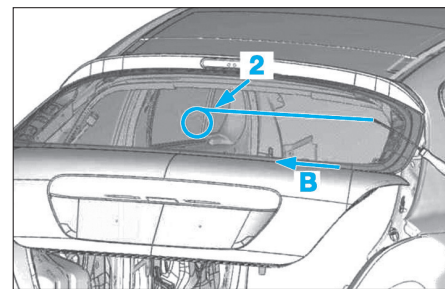

FIG. 30
- Insérer une corde à découper les cordons de colle (2), dans le coin supérieur droit de la lunette (Fig.30), dans le sens B.